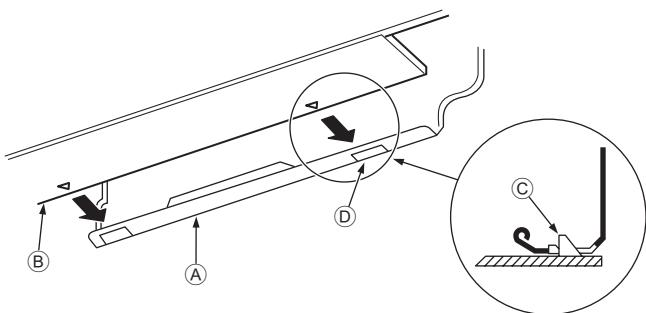

Fig. 3-15
3. Al introducir las tuberías de refrigerante y la manguera de drenaje en el orificio de penetración en la pared (manguito de penetración), cuelgue la parte superior de la unidad interior en la placa de montaje ①.
5. Fije la unidad en la placa de montaje ① empujando la parte inferior de la unidad. (Fig. 3-15)